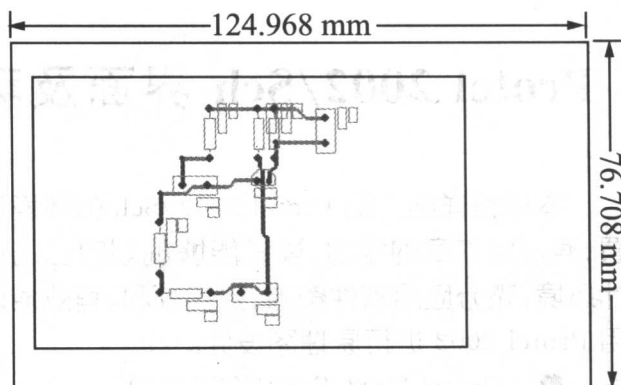

图 1-14 自动布线完毕的 PCB 板
(8) 执行菜单命令“自动”→“设置自动布线规则”，设置自动布线规则线宽为 20mil, 双层板, Via 直径为 52mil, Via Hole 直径为 30mil; TOP 层垂直布线, BOTTOM 层水平布线。
(9) 执行菜单命令“网络表”→“设置安全间距”，设置最小安全间距为 5 mil。
(10) 执行菜单命令“自动”→“自动布线”→“全板自动布线”，自动布线完毕的 PCB 板如图 1-14 所示。不能自动布线的可采取手工布线。
(11) 执行菜单命令“网络表”→“设计规则检查”，检查图 1-14 所示 PCB 板，针对检查报告中的错误修改 PCB 板，重复上述过程直到无错误为止。
(12) 根据实际要求对部分重要线(网络)进行适当调整。
(13) 加宽地线和电源线。